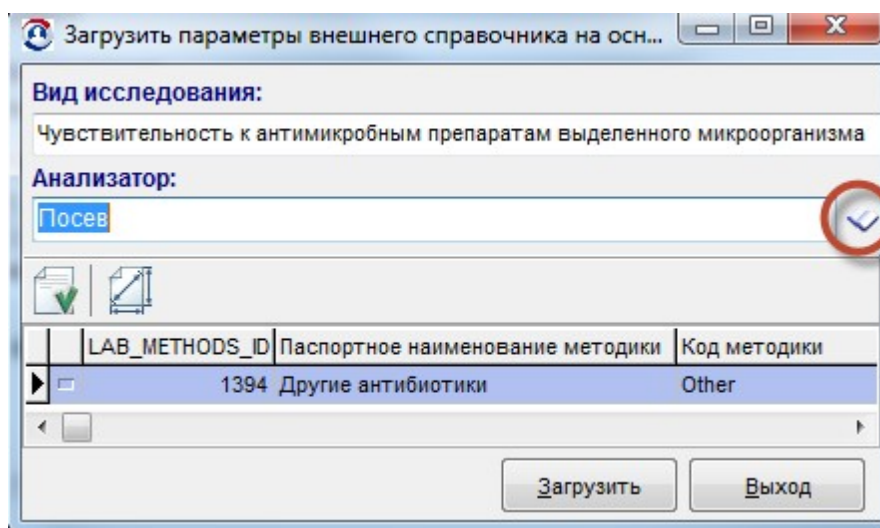

Рисунок 19.10. Загрузка параметров внешнего справочника на основе методик
7. В поле **Анализатор** выбрать группу методик (в примере – "Посев"). В нижней части окна отобразятся методики, к которым не были привязаны параметры (рис. 19.10). Выбрать методику и нажать кнопку **Загрузить**. Закрыть окна.